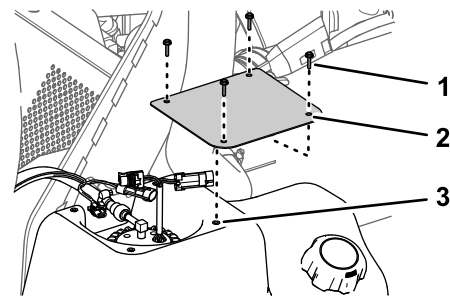

Figura 123
1. Monte la tapa en el depósito (Figura 123) con los 4 tornillos (N.º 10 x ¾") que retiró en el paso 2 de Retirada de la tapa de la bomba de combustible (página 76).